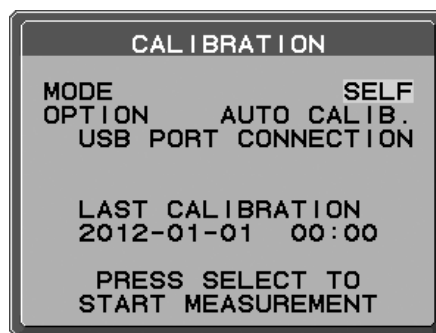

Рисунок S.2
2. Используйте кнопки ВЛЕВО или ВПРАВО для того, чтобы в настройке MODE (РЕЖИМ) выбрать SELF (**ВНУТР.**) (**Рисунок S.2**). Нажмите UP (ВВЕРХ) или DOWN (ВНИЗ) для перехода к следующим настройкам.